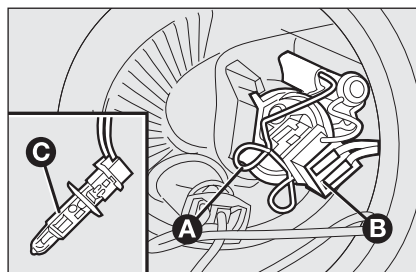

fig. 25
- ☐ desenganche la tenacilla de sujeción de la lámpara **A-fig. 25**;